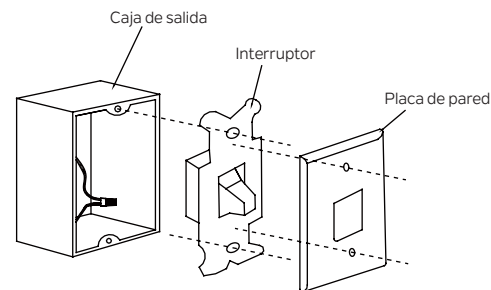

Figura 23
Paso 1. Retire la placa de pared existente y el interruptor antiguo de la caja de salida de pared. Cablee los cables NEGROS (vivos) junto con el conector e introdúzcalos nuevamente dentro de la caja de salida. (Figura 23)